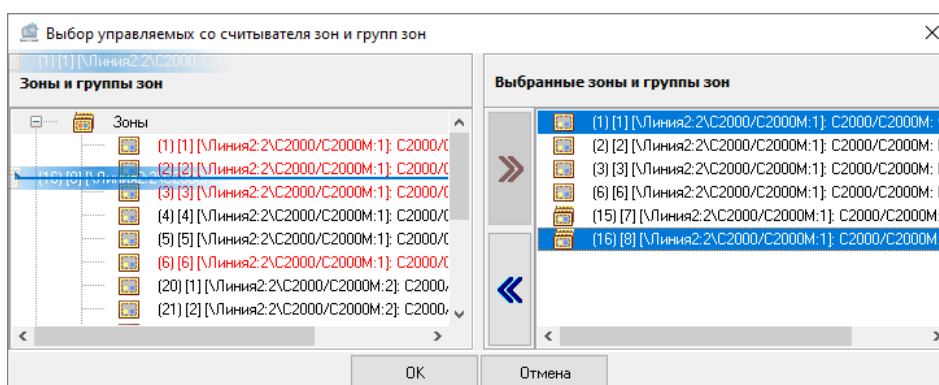

Рисунок 6-410 Отмена привязки к считывателю зон и групп зон перетаскиванием
- выделите одну или несколько зон/групп зон в поле «Выбранные зоны и группы зон» (для выделения сразу нескольких зон/групп зон нажмите на клавиатуре и удерживайте клавишу <Shift> для выбора диапазона или клавишу <Ctrl> для комбинированного выбора) и перетащите выделенные зоны/группы зон в поле «Свободные элементы» (см. Рисунок 6-410).